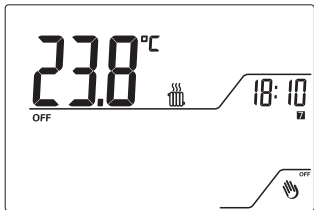
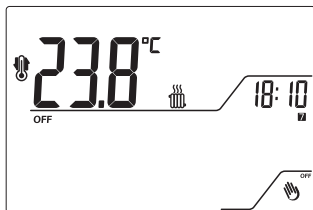

Fig.21
Fig.22
5.4.1 La funzione di OFF si attiva tenendo premuto il tasto  per almeno 4 secondi, con e senza la funzione Antigelo. Quest'ultima è importante per evitare danni causati da temperature troppo basse. La fig.21 indica che l'impianto è in OFF con la funzione Antigelo attiva, La fig.22 indica che l'impianto è in OFF con la funzione Antigelo disattivata, mostrata dal simbolo .